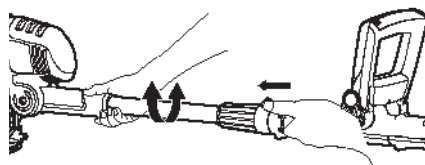

Imagen.13
- > Sujete el mango principal y empuje hacia abajo el Botón de Bloqueo. Gire el eje en el sentido de las agujas del reloj hasta la posición deseada de 90° o 180°. Suelte el Botón de Bloqueo para bloquear el eje en la posición correcta (Imagen 13).